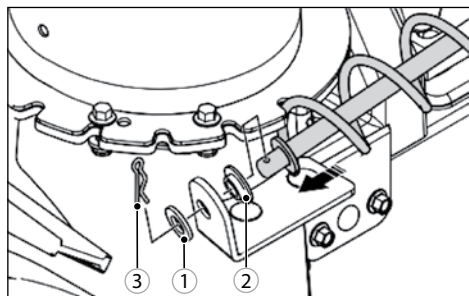

Рис. 16
3. Установите ручку поворота желоба с помощью стопорного кольца 1, посадочной втулки 2 и шплинта 3 (рис. 16).
Вращая рукоятки изменения направления выброса 1 (рис. 16) или рукоятку поворота щетки 4 (рис. 1а), установите желаемое направление щетки/выброса снега.